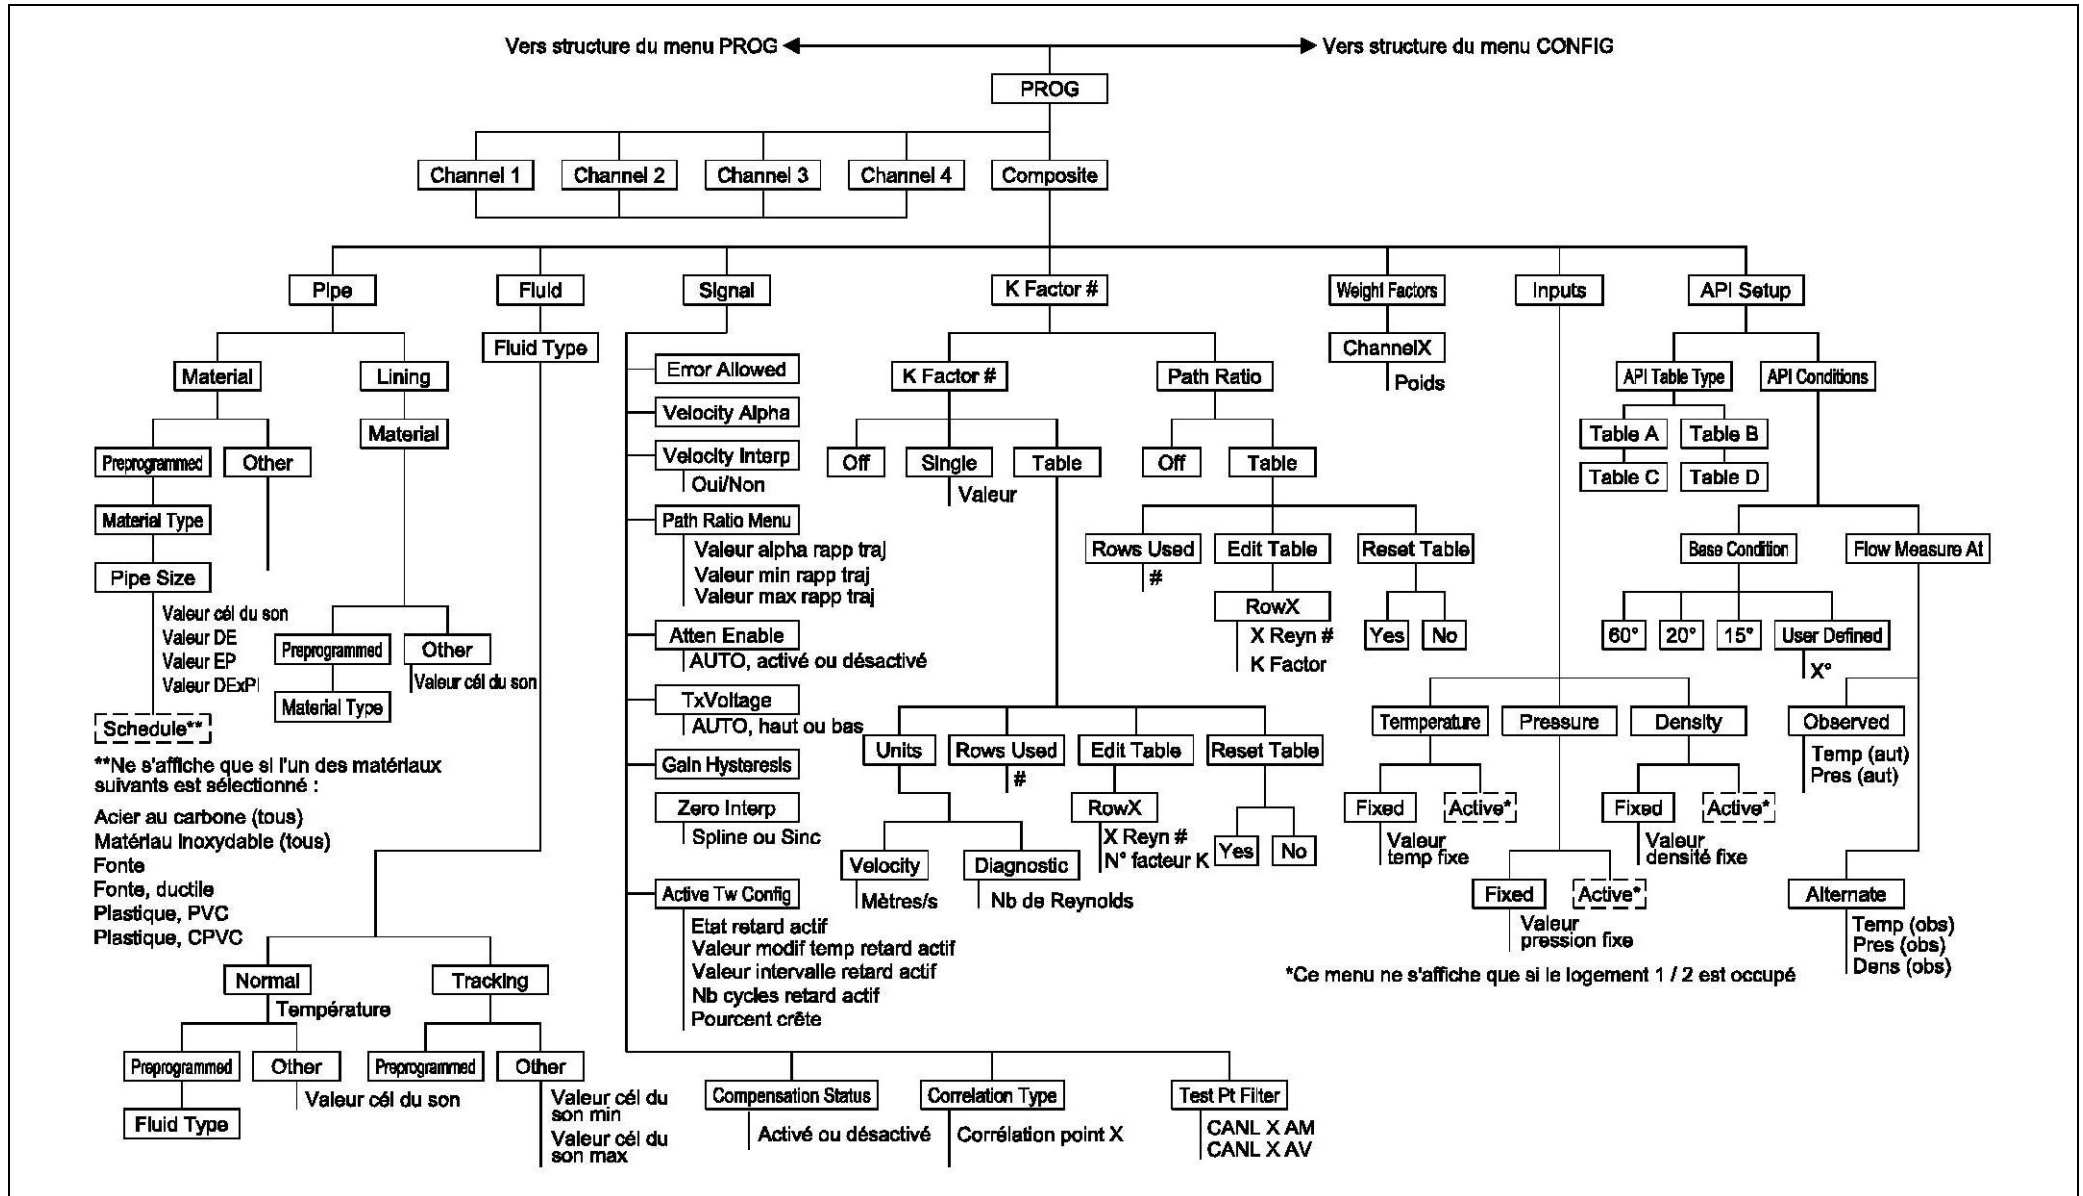

Figure 234: Structure du sous-menu Composite, menu PROG
- Figure 234 : Structure du sous-menu Composite (menu PROG)